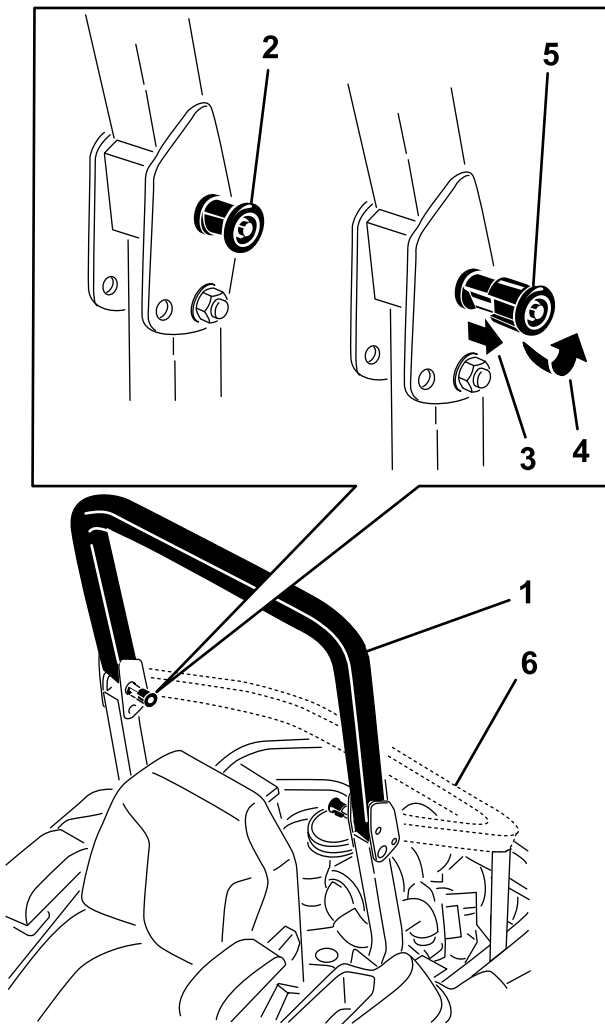

Figura 70
**Nota:** Può essere necessario spingere avanti o tirare indietro il collare superiore del roll bar per inserire completamente entrambe le manopole (Figura 70 e Figura 71).